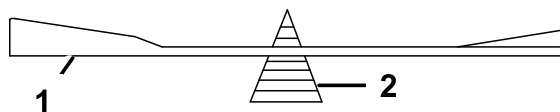

Figure 71
2. Vérifiez l'équilibre de la lame en la plaçant sur un équilibreur (Figure 71).